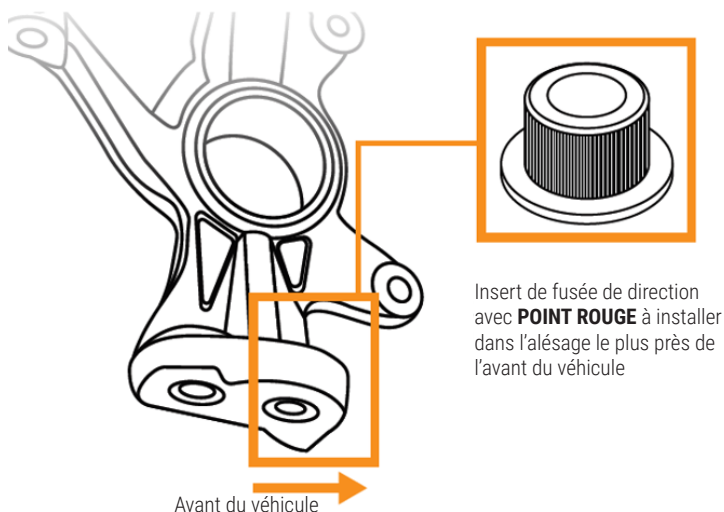

Figure 2. Position d'installation appropriée pour l'insert avec le point rouge.
- Cet insert à point rouge doit être installé dans l'alésage de fusée de direction le plus près de l'avant du véhicule. **Voir la figure 2.**